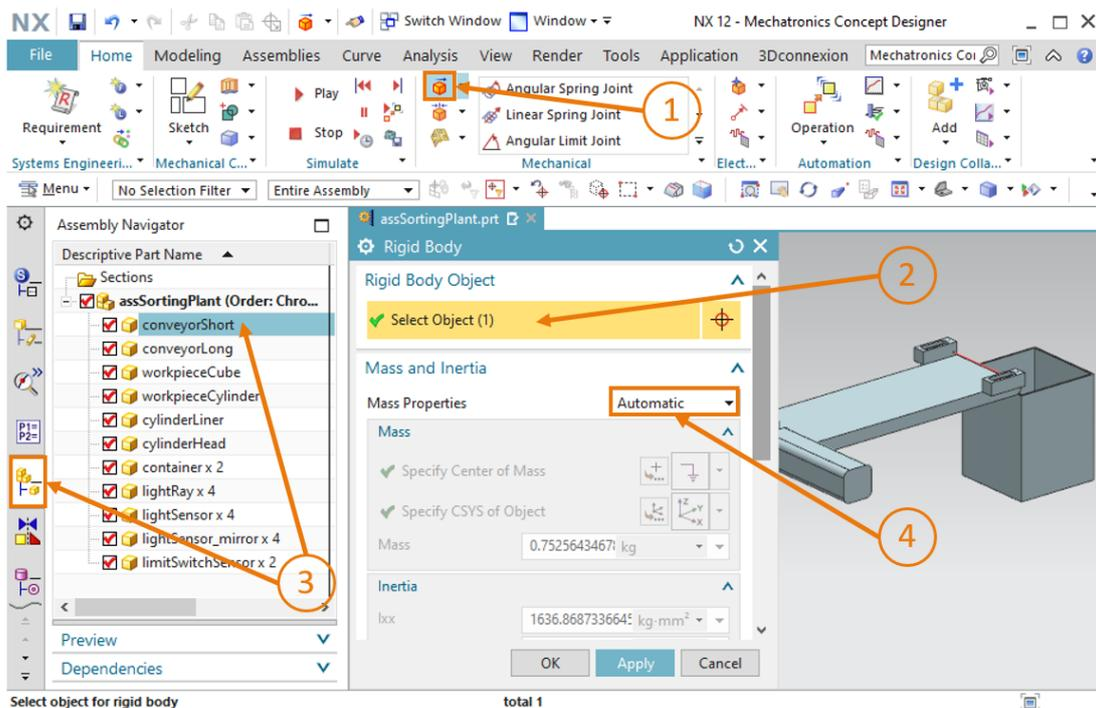

Figura 10: Creazione di un corpo rigido in MCD – selezione dell'oggetto, massa e inerzia
- Innanzitutto, assegnare al componente "**conveyorShort**" la proprietà "Rigid Body" (Corpo rigido) selezionando il comando "**Rigid Body**" nel gruppo di menu "Mechanical" (Meccanica) (vedi Figura 10, step 1). In alternativa richiamare il comando con la funzione di ricerca comandi. Si apre la finestra "Rigid Body". In questa finestra selezionare innanzitutto l'oggetto che si vuole definire come corpo rigido. Fare clic sul pulsante "**Select Object**" (Seleziona oggetto) del gruppo "**Rigid Body Object**" (Oggetto corpo rigido) (vedi Figura 10, step 2). Nella barra delle risorse sulla sinistra dello schermo spostarsi nella scheda "**Assembly Navigator**" (Navigatore assiemi) . Selezionare il modello "**conveyorShort**" nell'elenco sotto l'assieme "assSortingPlant" (vedi Figura 10, step 3). Lasciare le proprietà della massa (Mass Properties) sotto la voce "**Mass and Inertia**" (Massa e inerzia) impostate su "**Automatic**" (Automatiche) (vedi Figura 10, step 4).